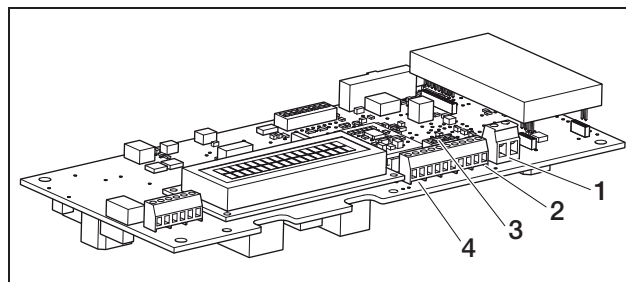

Figure 54: Connexions de la carte de communication I
- Raccordez les câbles à la borne correspondante (figure 54, position 1).
- Raccordez les câbles conformément à l'affectation des raccordements (tableau 8) à la borne (4 à la figure 54).